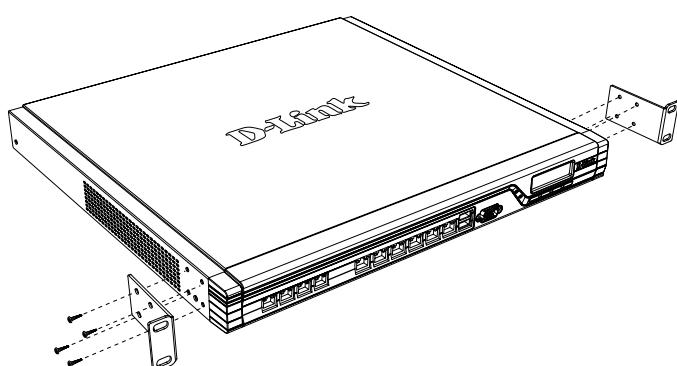

Abbildung 6. Anbringen der Rackbefestigungs-klammern
1. Bringen Sie die Befestigungsklammern an den beiden Seiten des Gehäuses an, wie in Abbildung 6 gezeigt, und fixieren Sie sie mit den mitgelieferten Schrauben.